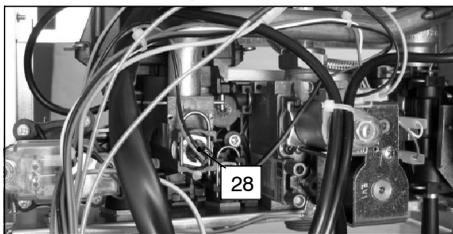

fig. 8.4
- 3 Scollegare il cablaggio della sonda NTC riscaldamento 28 in fig. 8.4
- Ricollegare il cablaggio della sonda NTC riscaldamento 28 in fig. 8.4